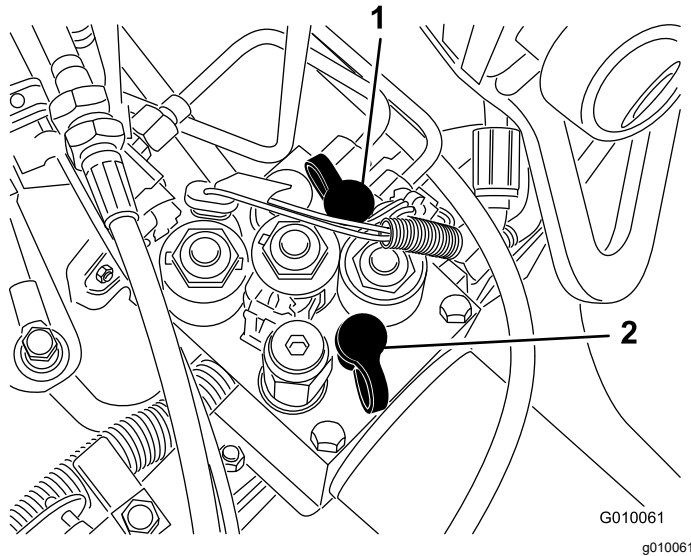

Figure 64
- La prise d'essai G2 (Figure 64) est utilisée pour le contrôle de la pression du circuit de charge.
- La prise d'essai G1 (Figure 64) est utilisée dans le contrôle de la pression du circuit de levage.